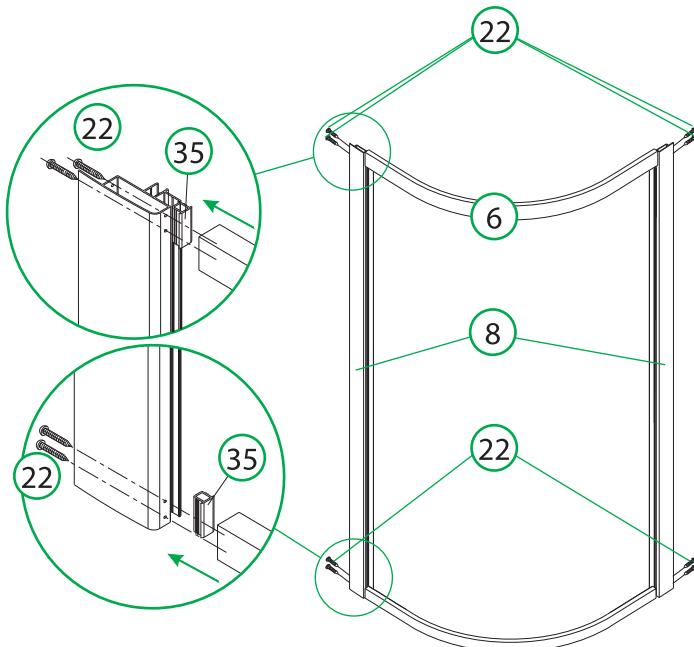

Рис. 6 / 6-сур.
2. Соедините пристенные профили с верхним и нижним профилями (рис. 6).